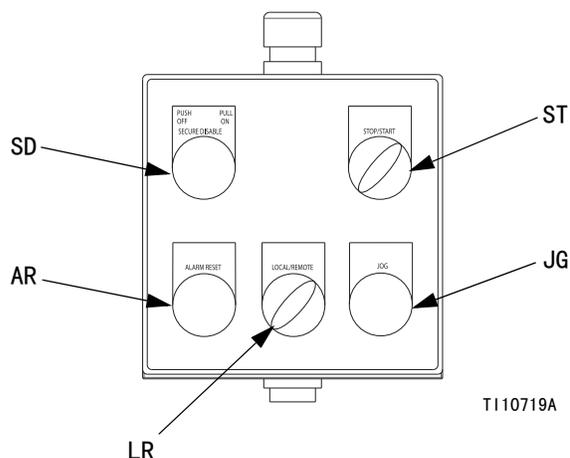

图 4: 本地控制盒
本地控制盒包含五个控制器。请参见图 4。
1. 将“启动/停止”开关 (ST) 设为“停止”。请参见图 4。
2. 按入“安全禁用”(SD) 开关。
3. 将“启动/停止”开关 (ST) 设为“停止”。请参见图 4。
3. 按入“安全禁用”(SD) 开关。
4. 将“启动/停止”开关 (ST) 设为“停止”。请参见图 4。
5. 拉出“安全禁用”开关 (SD)，让其分离。